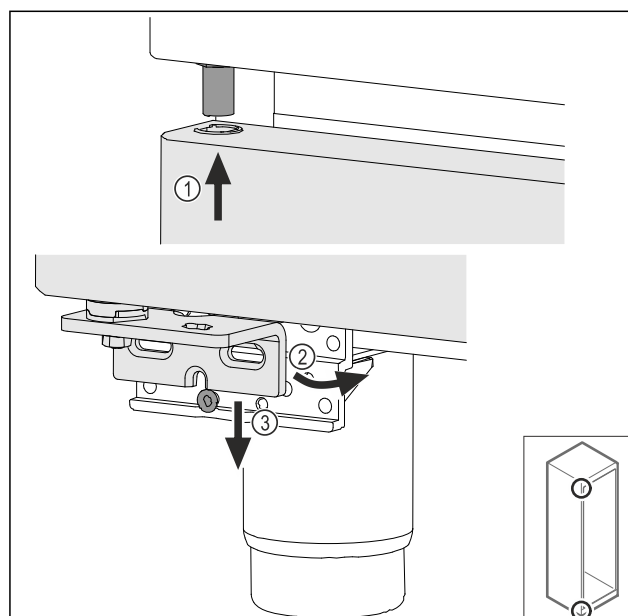

Fig. 74
- Lehce naklopená dvířka zasuňte nahoře Fig. 74 (1), dvířka narovnejte Fig. 74 (2) a nasad'te je dole na šroub stojanu ložiska Fig. 74 (3).